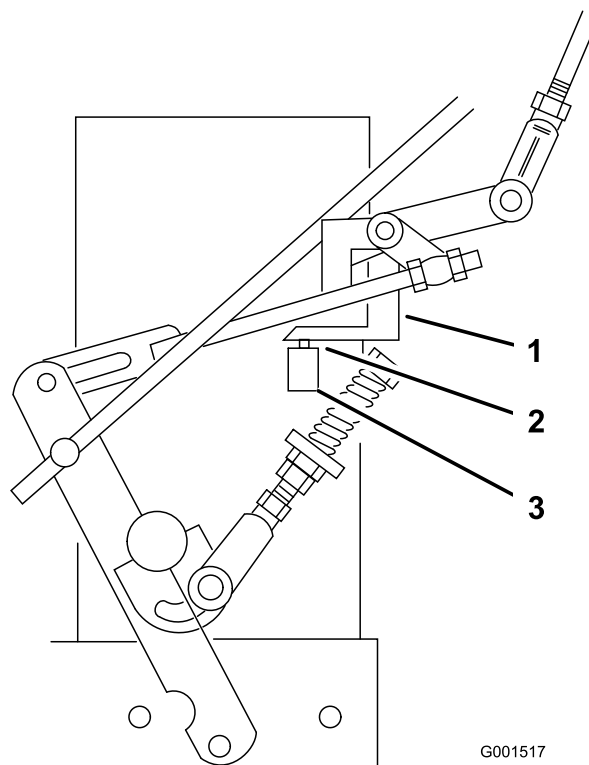

Figura 35
- Compruebe que el interruptor de seguridad está oprimido y que queda un espacio de 8 mm (5/16 pulg.) entre la barra accionadora y el interruptor. (Figura 35).
- Si es necesario, ajuste la posición del interruptor para crear el espacio de 5/16 pulgadas (8 mm) (Figura 35).